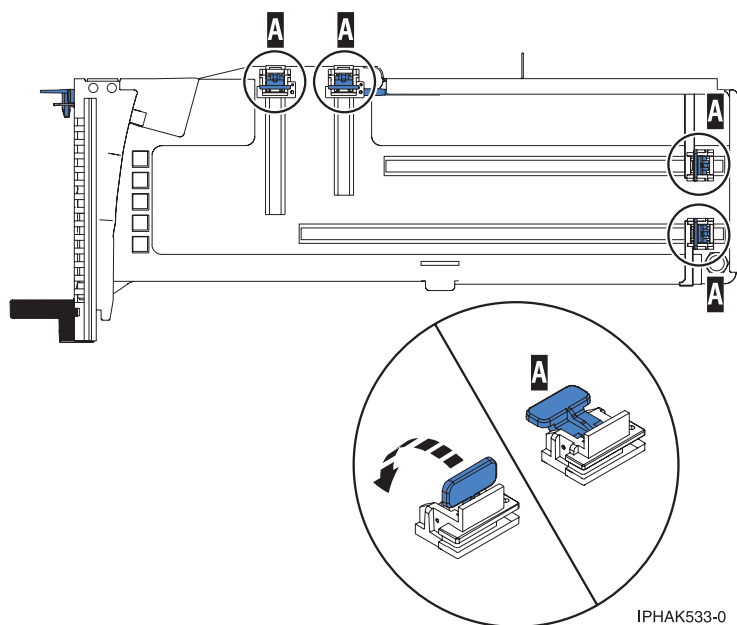

Figura 76. Peças de fixação do adaptador
- b. Certifique-se de que todas as peças de fixação do adaptador (**A**) foram pressionadas para fora, na direcção das extremidades da cassete, de modo a permitir a colocação do adaptador. Consulte a Figura 76.